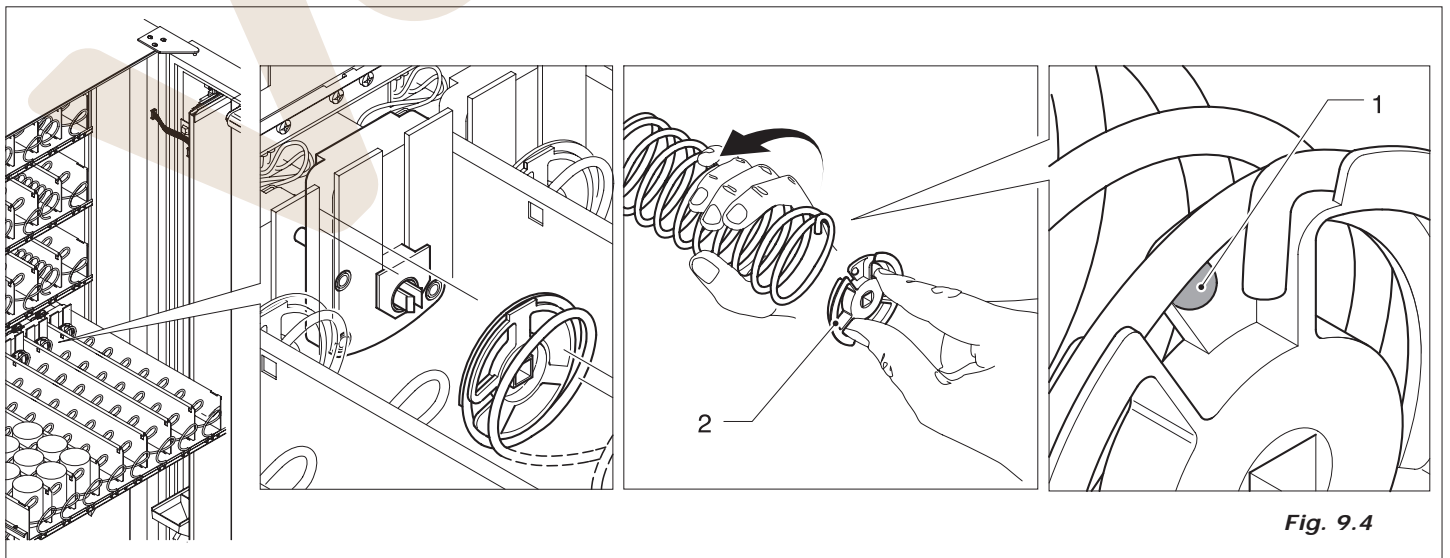

Fig. 9.4
- girar el espiral en sentido horario hasta desbloquearlo sobre la leva de arrastre (véase Fig.9.4).
- enganchar el espiral detrás de la muesca en la leva (Fig.9.4-pos.1).
- introducir el espiral en la ranura en la leva (Fig.9.4-pos.2).